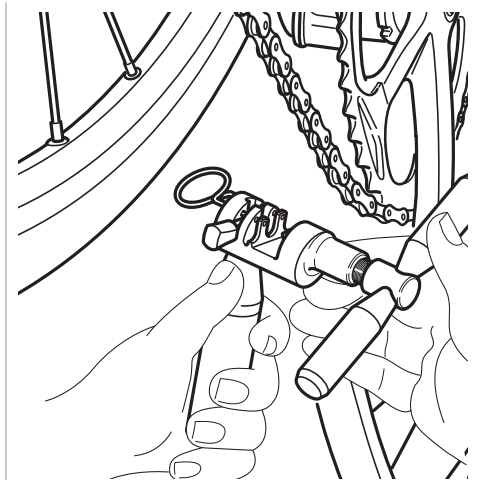

Fig.18
- Posizionate l'utensile **UT-CN400 (12s) / UT-CN300 (11s / 12s)** come indicato in Fig. 18 (dal lato esterno della catena verso l'interno).